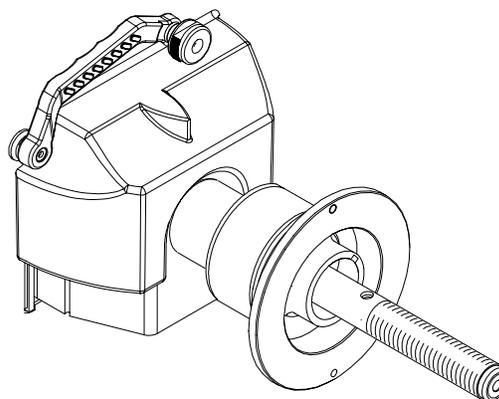

Figure 41 - SAPE au repos en position d'origine
1. S'assurer que le bras SAPE est dans sa position de repos (voir Figure 41).